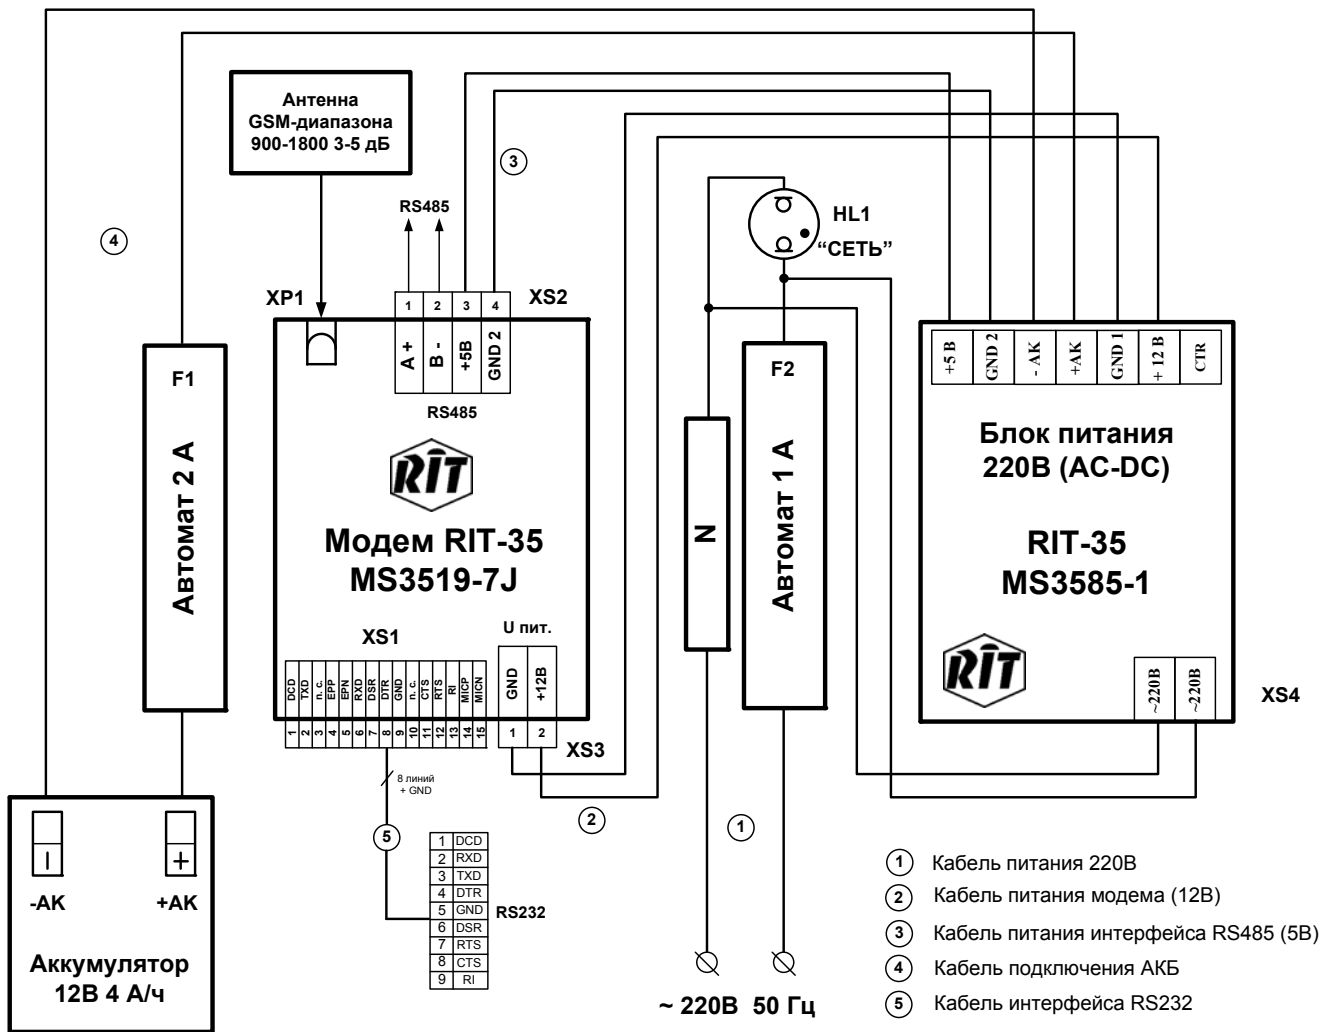

Рисунок 5 – Схема внутренних соединений и подключения KD-04iRJ
Питание линии RS485 производится гальванически развязанным напряжением 5В, от блока питания Модуля. Подключение осуществляется согласно схеме (Рисунок 5).
- Проверить правильность монтажа (**Рисунок 5**).